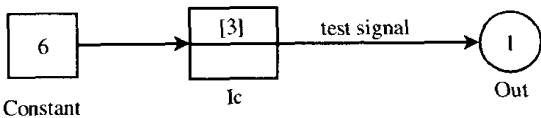

图 8-8 用 IC 模块初始化信号
- 说明 IC 模块设置了连接到它的输出端口的信号的初始值。具体讲，该模块在  $t=0$  时刻，将信号的值设为模块参数设置的值，然后再根据输入的值来确定信号的值。这个模块在为代数环提供初始猜测时非常有用。图 8-8 演示了如何使用 IC 模块设置信号的初始值，示例中，被初始化的信号是 test signal。